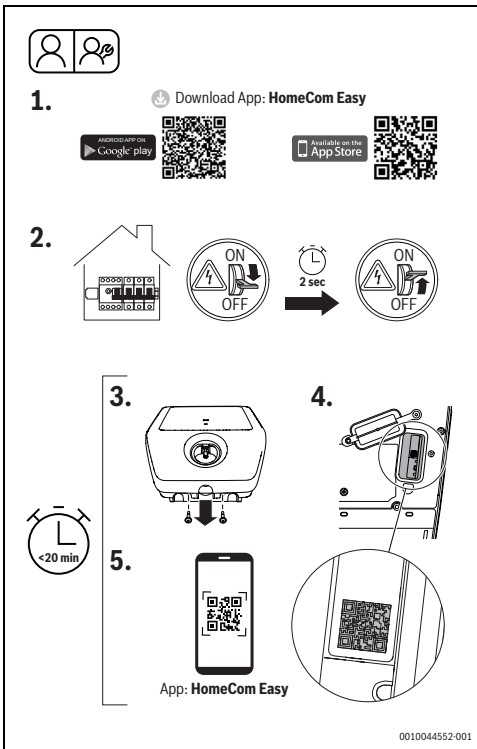

Fig. 427 HomeCom Easy
- ▶ Oprii de Power Charge 7000i pe tabloul de distribuție de la alimentarea cu energie electrică și, după aproximativ două secunde, porniți-l din nou (Fig. 427, pasul [2]).
- ▶ Desfaceți cele două șuruburi de pe capacul frontal (Fig. 427, pasul [3]).